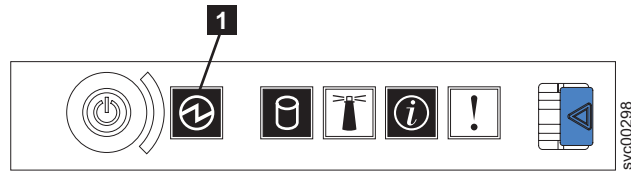
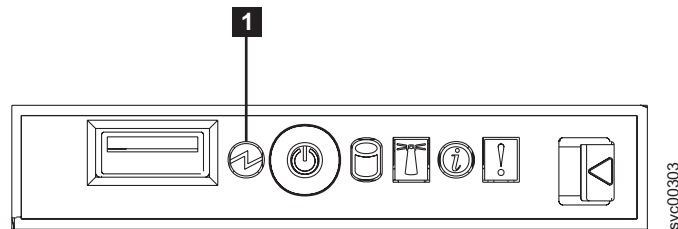
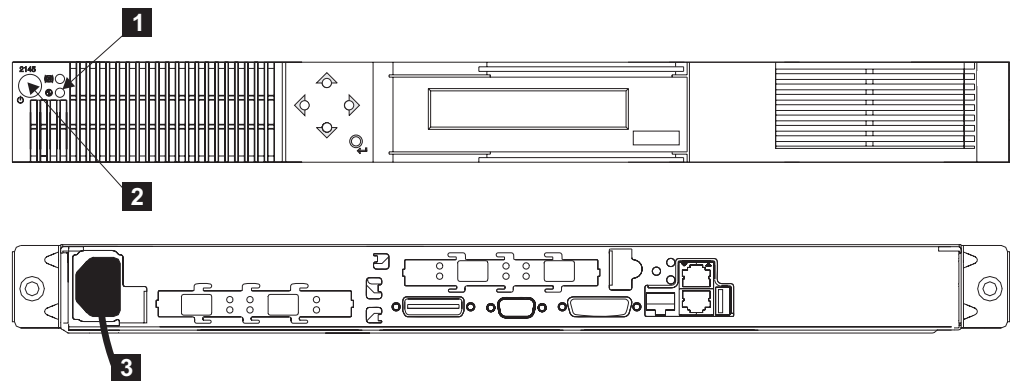

図 149. SAN ボリューム・コントローラー 2145-8G4 オペレーター情報パネル
図 150. SAN ボリューム・コントローラー 2145-8F4 または SAN ボリューム・コントローラー 2145-8F2 のオペレーター情報パネル
図 151. SAN ボリューム・コントローラー 2145-4F2 のフロント・パネルと背面パネルの図
1. SAN ボリューム・コントローラー 2145-8G4 (561 ページの図 149 の **1**)、SAN ボリューム・コントローラー 2145-8F4 (561 ページの図 150 の **1**)、SAN ボリューム・コントローラー 2145-8F2 電源 LED (561 ページの図 150 の **1**)、または SAN ボリューム・コントローラー 2145-4F2 電源ライト (561 ページの図 151 の **1**) を確認します。